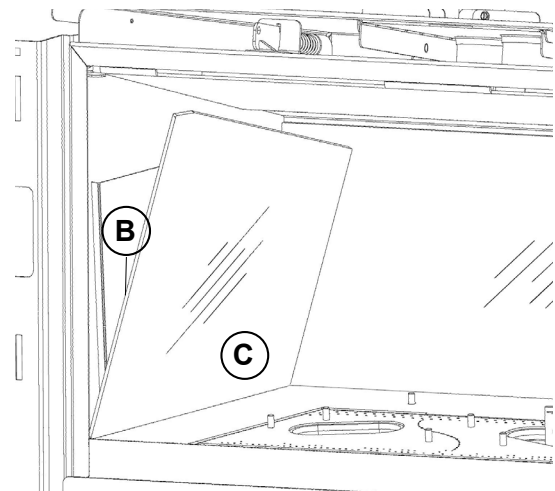

Figure 7.11. Installation du panneau vitré.
• Jeu vitré seulement (fig. 7.11)